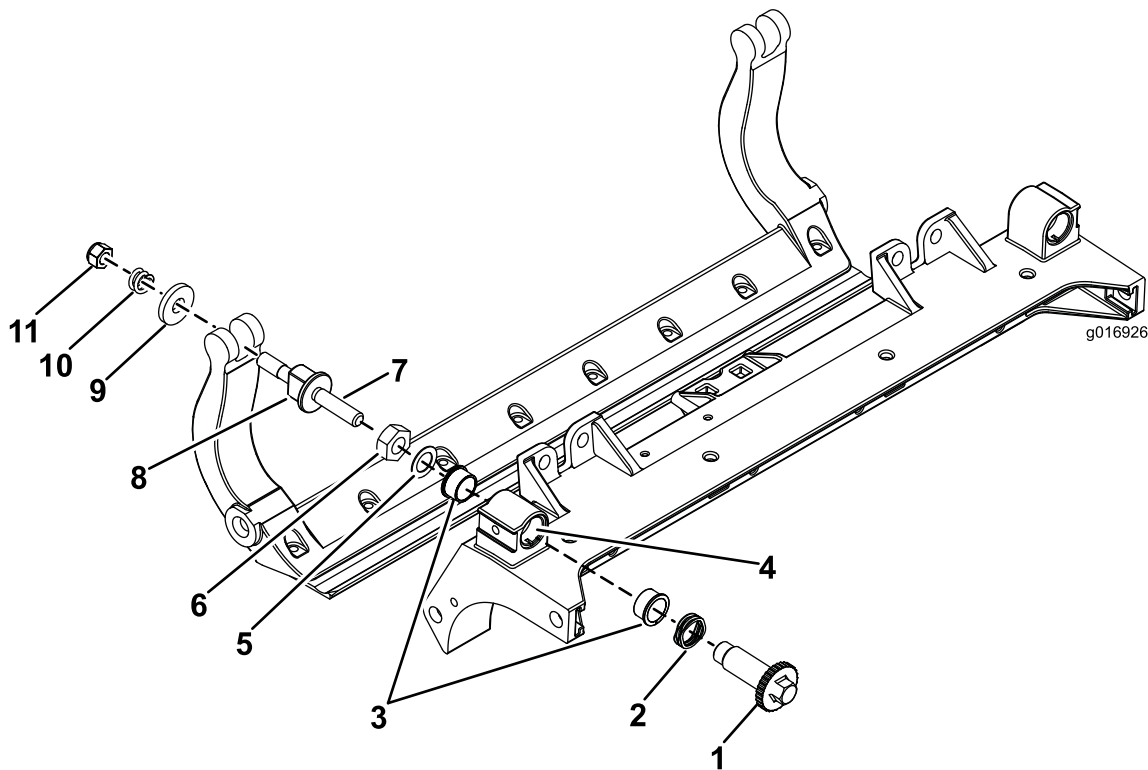

图36
1. 拆除所有零件 (请参阅 *HD DPA 套件 (型号 120 - 7230) 安装说明*和图36)。
2. 将防粘剂涂抹到滚刀组承载架的轴套区内侧 (图36)。
3. 将凸缘轴套上的键与机架的槽对准, 然后安装轴套 (图36)。
4. 将一个波形垫圈安装到调节器轴上, 然后将调节器轴滑入滚刀组机架中的凸缘轴套内 (图36)。
5. 用扁平垫圈和锁紧螺母固定调节器轴 (图36)。上紧锁紧螺母扭矩至 20~27N·m。
在两个尼龙垫圈的外侧各放一个钢垫圈 (图36)。
11. 旋紧每个底刀架调节器组件上的螺母, 直到加压弹簧完全压紧, 然后往回松开 1/2 圈 (图36)。